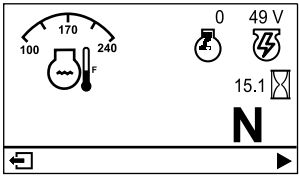

图 18
- 主信息屏幕图 18在钥匙处于开启位置时显示当前机器信息。